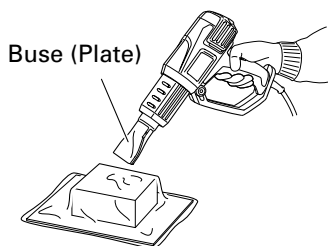

Fig. 8
3. **Emballage à chaud (Fig. 8)**